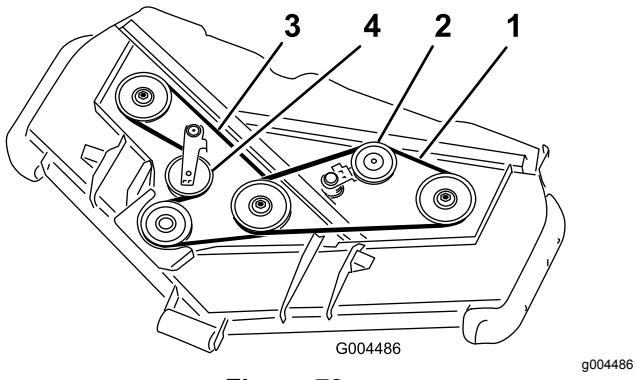

Figura 79
3. Usando una llave de carraca u otra herramienta similar, aleje la polea tensora de la correa superior de la correa de transmisión superior para aliviar la tensión de la correa, y retire la correa de las poleas (Figura 79).
4. Usando una llave de carraca u otra herramienta similar, aleje la polea tensora de la correa inferior de la correa de transmisión inferior para aliviar la tensión de la correa y permitir retirar la correa de las poleas (Figura 79).
5. Pase una correa nueva alrededor de la polea de la caja de engranajes, las poleas de eje inferiores y el conjunto de la polea tensora, según se muestra en Figura 79.
6. Pase una correa nueva alrededor de las poleas de eje superiores y el conjunto de la polea tensora, según se muestra en Figura 79.